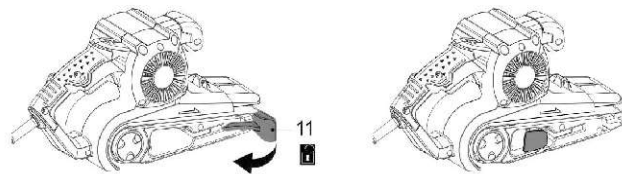

Bild 3
- Tryck låshandtaget (11) in. Dra lite i slipbandet (8) för att kontrollera dess fastsättning (bild 3).